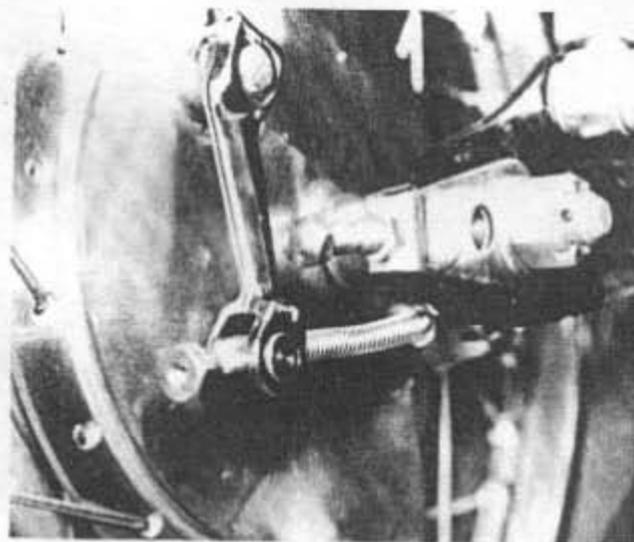
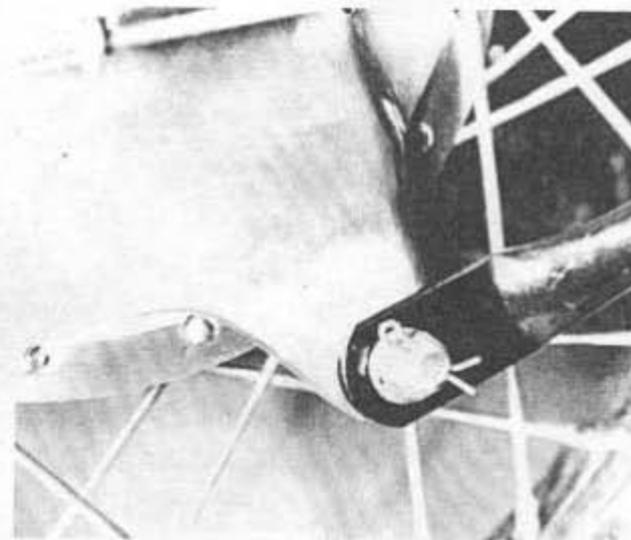

Bild 266
Bild 267
- Nach Herausziehen des Splinte und Abschrauben der Mutter ist der Bremsanker von der Bremsträgerplatte zu lösen (Bild 267). Die Einstellmutter am Bremsgestänge wird vollständig abgeschraubt und das Bremspedal niedergedrückt, damit das Gestänge den in den Bremsbetätigungshebel eingelegten Drehzapfen verlässt (Bild 266). Einstellmutter wieder aufschrauben, um Verlust der Feder zu verhindern.